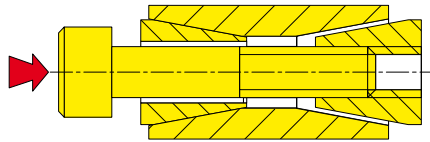
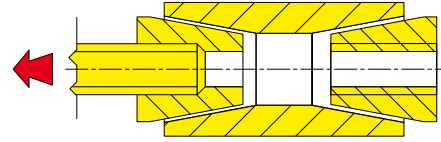

Fig. 1
Fig. 2
**P30-R / P60-B:** alle inbusbouten gedeeltelijk losdraaien en licht met een hamer aantikken om de achterste conus te lossen (Fig. 1.). Daarna alle bouten verwijderen en in de draadgaten waar de lichtgekleurde inbusbouten in zaten M8 bouten draaien, waarmee de voorste conus losgetrokken kan worden (Fig. 2.). Normaliter komt de conus vanzelf los.
Om op een eenvoudige manier de inbouw lengte te berekenen, indien de schroefas niet parallel loopt met de as van de keerkoppeling, kan het gemiddelde genomen worden van de afstanden 1 en 2 (zie Fig. 2). Is er tevens sprake van een afwijking in de uitlijning van links naar rechts, dan dient het gemiddelde genomen te worden van de lange en korte afstand aan beide zijden én de afstanden boven en onder.